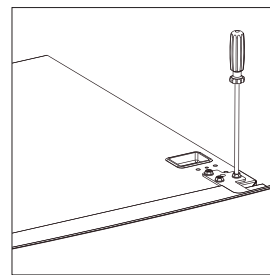

Fig. 5
- ▶ Dévissez les trois vis de maintien de la plaque de charnière et retirez cette dernière de la porte du réfrigérateur (2) (fig. 5). Enlevez également la rondelle et mettez-les de côté pour une utilisation ultérieure.
- ▶ Retirez la porte du réfrigérateur (2) en la soulevant depuis la charnière médiane et posez-la sur le côté de telle manière qu'elle ne puisse pas tomber, sur une surface souple pour éviter les rayures.